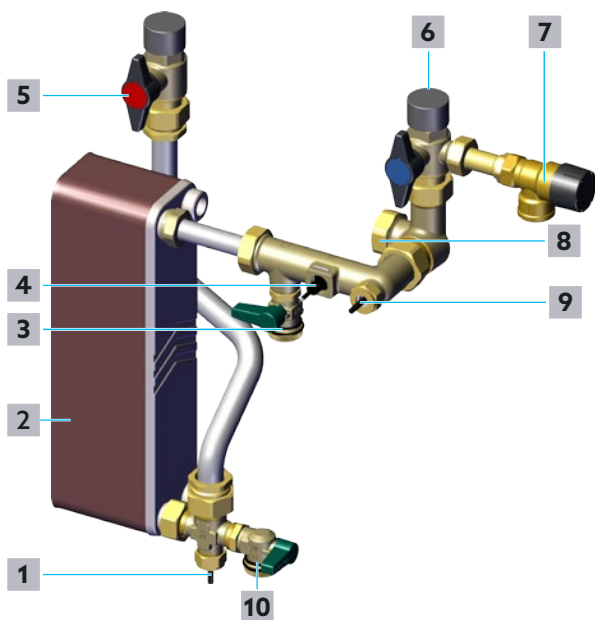

Fig. 31: Circuit E.C.S.
- 2 Fermer lentement le robinet d'arrêt à tournant sphérique - Eau chaude sanitaire (position 5 sur la Fig. 31 en page 49 et position 10 sur la Fig. 2 en page 12).
- 3 Fermer lentement le robinet d'arrêt à tournant sphérique - Eau potable froide (position 6 sur la Fig. 31 en page 49 et position 11 sur la Fig. 2 en page 12).
- 4 Dévisser le capuchon du robinet de vidange et de remplissage à tournant sphérique - Eau chaude sanitaire (position 10 sur la Fig. 31 en page 49 et position 16 sur la Fig. 2 en page 12).
- 5 Raccorder le tuyau de vidange pour l'eau potable au robinet de vidange et de remplissage à tournant sphérique - Eau chaude sanitaire (position 10 sur la Fig. 31 en page 49 et position 16 sur la Fig. 2 en page 12).
- 6 Ouvrir le robinet de vidange et de remplissage à tournant sphérique - Eau chaude sanitaire (position 10 sur la Fig. 31 en page 49 et position 16 sur la Fig. 2 en page 12).
- 17** Fermer le robinet de vidange et de remplissage à tournant sphérique - Eau chaude sanitaire (position **10** sur la Fig. 31 en page 49 et position **16** sur la Fig. 2 en page 12).
- 5 Fermer le robinet de vidange et de remplissage à tournant sphérique - Eau chaude sanitaire (position 10 sur la Fig. 31 en page 49 et position 16 sur la Fig. 2 en page 12).